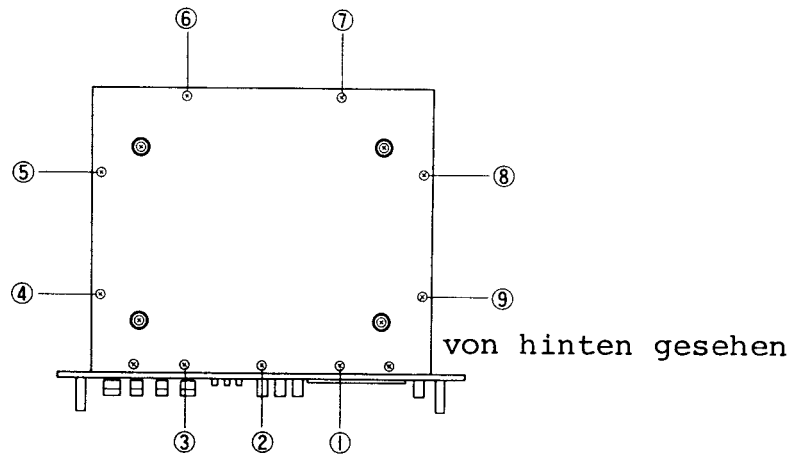

Abb. 1
Entfernen Sie die Schrauben①--⑨( Gewinde 3 x 8 ), wie in Abb. 1 dargestellt, dann kann die Bodenplatte abgenommen werden. Hierbei kann der Musterteil überprüft werden.